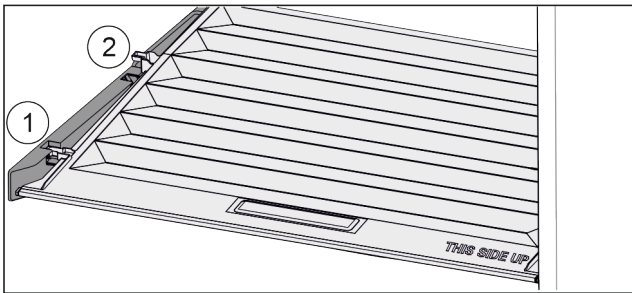

Fig. 82
- ▶ Trageți capacul în față Fig. 82 (1) până la orificiul din piesele suportului.
- ▶ Ridicați în spate de jos și scoateți Fig. 82 (2) în sus.